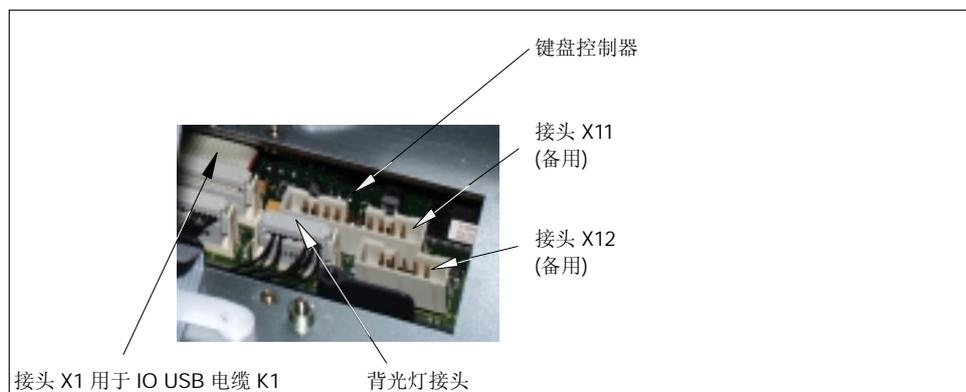

图 7-3 OP010C 壳体背面连接：用户接口
在背面（参见图 7-3）：
4. 把 OP010C 的电缆插头 K1 和 K2 插入到 PCU50 箱体后侧开口的对应的插座中（参见图 7-3）。确保插头插入，听到卡上的声音，并合上插销。